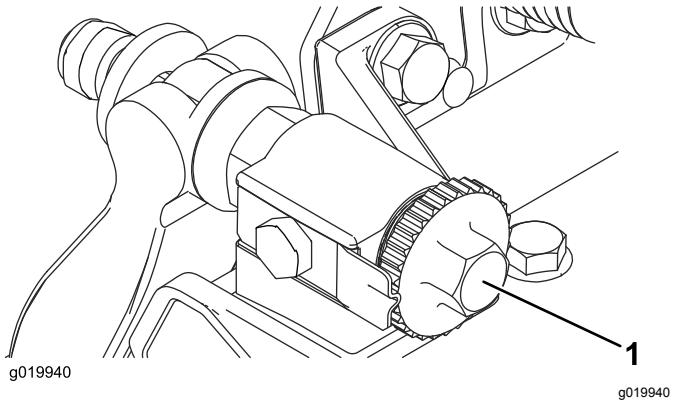

Figure 9
- Tournez les vis de réglage de la barre d'appui dans le sens antihoraire pour vérifier qu'elle ne touche pas le cylindre (Figure 9).